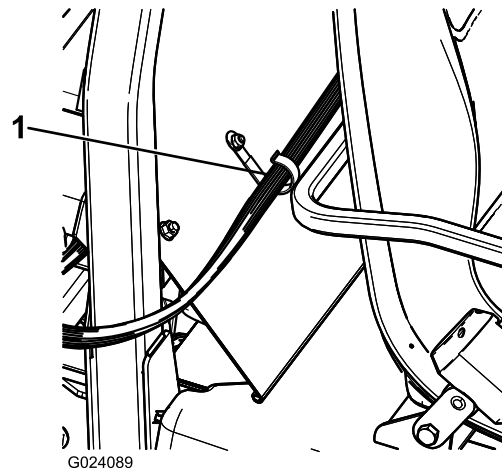

Bild 21
2. Befestigen Sie einen J-Clip mit einer Schraube ($\frac{1}{4} \times \frac{1}{2}$ ") und einer Bundmutter ($\frac{1}{4}$ ") hinter dem Passagiersitz (Bild 21).
3. Befestigen Sie den Kabelbaum der Bedienkonsole mit den Hakenclips an der Konsole und der Überrollschutzabdeckung (Bild 21).